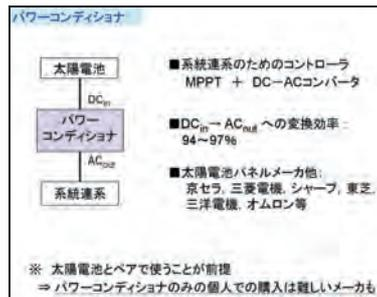

図5 パワーコンディショナ
- ②電力変換機：コントローラ，パワーコンディショナ(図5)，インバータ